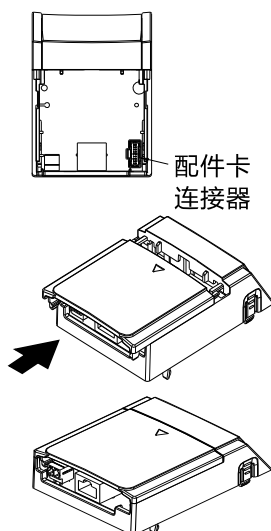

图8-25
7. 将配件卡安装盒上盖装回配件卡安装盒，如图 8-25 所示。